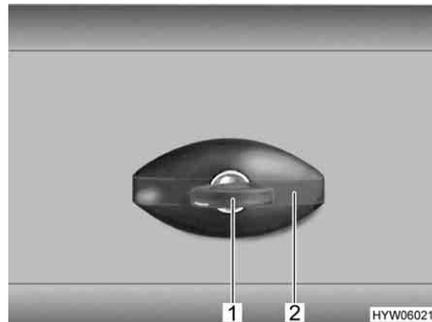

Fig. 64 Serrure du portillon, en forme d'ellipse
- Insérer la clé dans le barillet (Fig. 64,1) et la tourner d'un quart de tour dans le sens inverse des aiguilles d'une montre. La poignée de la serrure (Fig. 64,2) ressort.